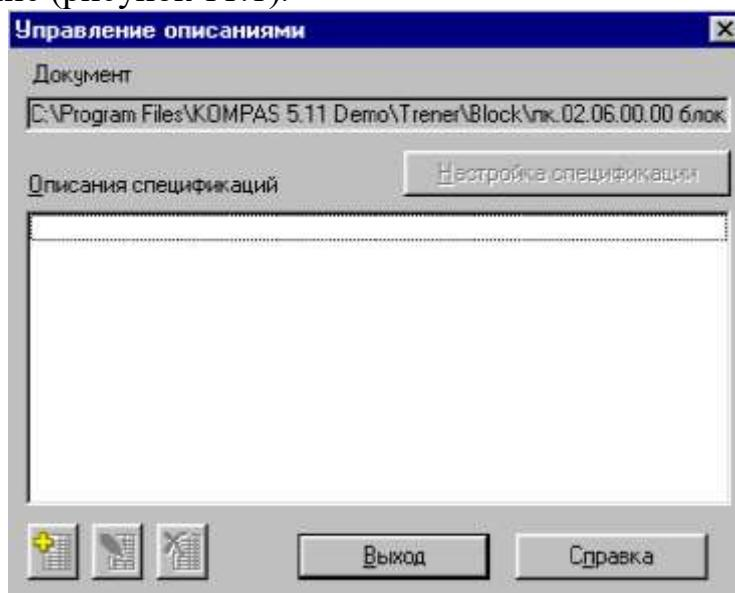

Рисунок 11.1 –Окно Управление описаниями
2. Выполните команду Сервис – Объекты спецификации – Управление описаниями. В диалоговом окне Управление описаниями щелкните на кнопке Добавить описание (рисунок 11.1).